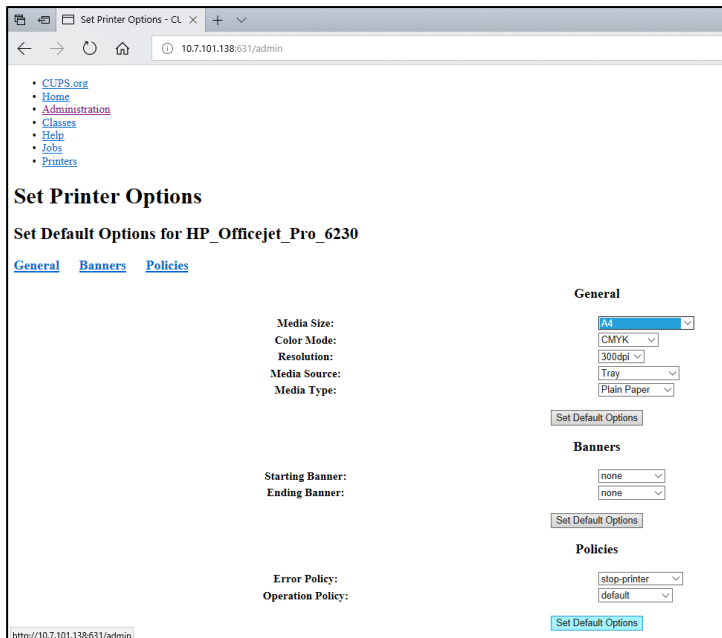

图 78. 选择正确的介质尺寸。
7. 选择正确的 Media Size（介质尺寸）（例如“A4”），因为某些打印机在纸张格式错误时不会打印。接下来，按下 Set Default Options（设置默认选项）来保存选择（图 78）。